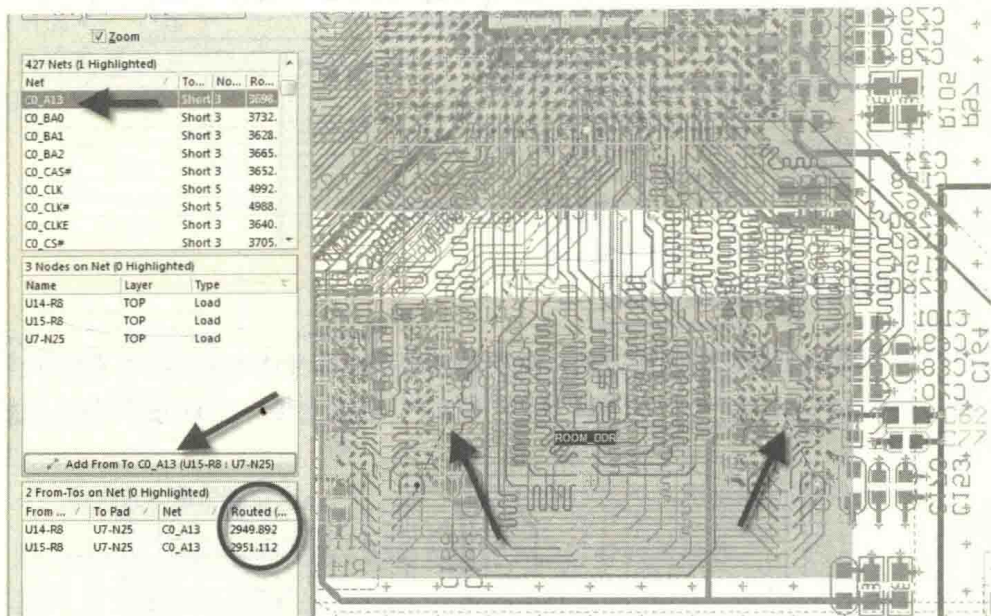

图 9-120 From To 等长绕线
(2) 选中需要 T 点的等长的网络，如“C0\_A13”，在弹出的网络节点中，选择“U14-R8”和“U7-N25”，然后按“Add From To C0\_A13 (U14-R8; U7-N25)”按钮，创建一条单边 From To 连线，再选择“U15-R8”和“U7-N25”，按“Add From To C0\_A13 (U15-R8; U7-N25)”按钮，添加该网络的另一边的 From To 连线，如图 9-120 中左图所示。
(3) 这时可以从图 9-120 中右图中看到两条虚线，这就是创建的 From To 连线，分别表示的是从 CPU 焊盘到两片 DDR 焊盘的距离，符合等长的原则要求。图 9-120 中左图中圆圈标记处是两条走线的长度，也是需要等长的两个数据。这个时候不需要管分支或者主干道，在分支或者主干道上绕线保证这两个数据在误差范围之内即可。
(4) 类似于上述方法，可以创建好 A0~A15 所有的地址线或者其他控制线、时钟的 From To 连线，从而可以把它等长。